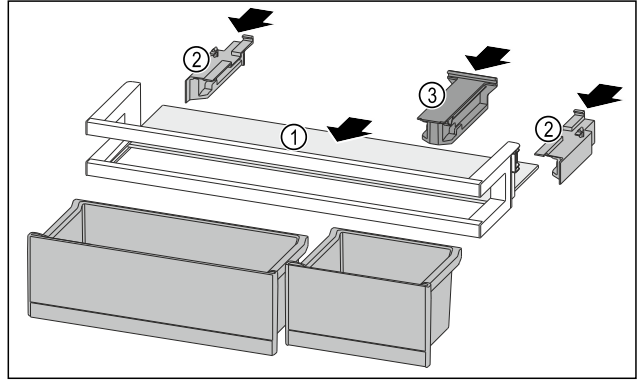

Fig. 278
- Всуňte полицю Fig. 278 (1) в бокові пази.
- Вставте бічні елементи Fig. 278 (2).
- Вставте кріпильний елемент Fig. 278 (3).